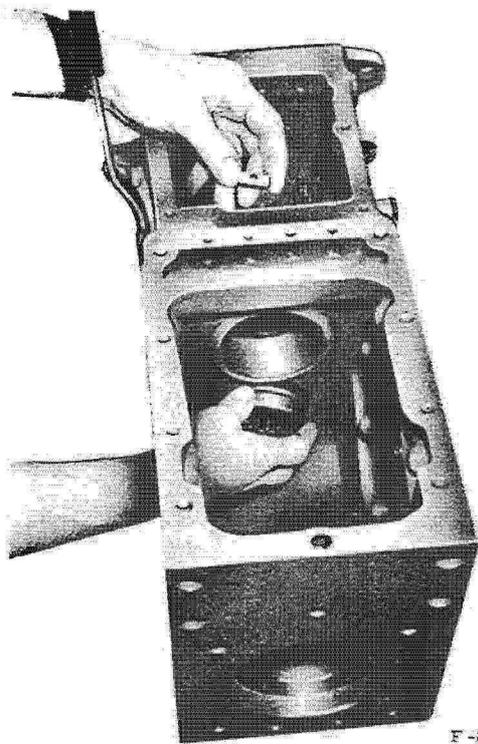

Fig. 37. - Manchon de crabotage de prise de force.
- Retirez le manchon de crabotage de l'arbre de prise de force ainsi que son doigt de commande. (fig. 37).